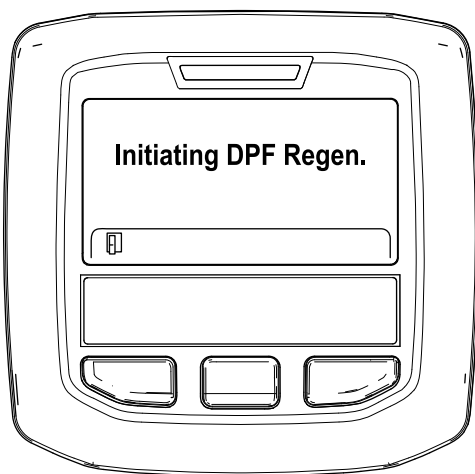

Figura 34
- A. Se muestra el mensaje "Initiating DPF Regen." (Iniciando regeneración de DPF) (Figura 34).